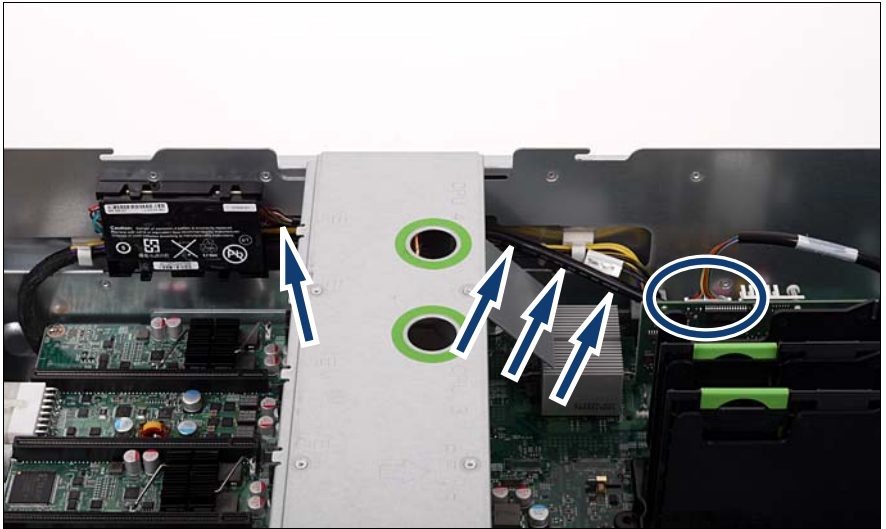

図 47: BBU ケーブル #2 の配線
- i** バッテリーホルダー #2 はサーバの反対の面にあります（63 ページ の図 40 を参照）。2 つ目のバッテリーの取り付けも同じ手順で行いますが、180° 回転させて行います。2 つ目のバッテリーのケーブル配線は、69 ページ の図 47 を参照してください。